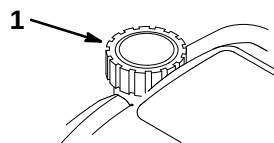

Figure 30
7. Remplir le réservoir (Fig. 30) d'essence propre et fraîche.